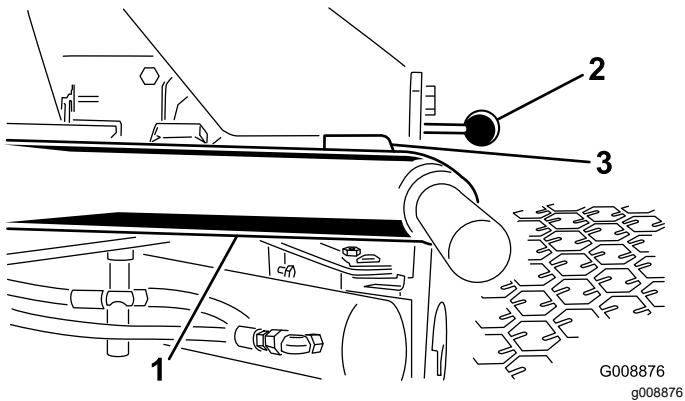

図11
- エンジンを始動し、カッティングユニットを上昇させ、各昇降アームとフロアプレートブラケットの間のすきまが 58 mm になっていることを確認する図 11。